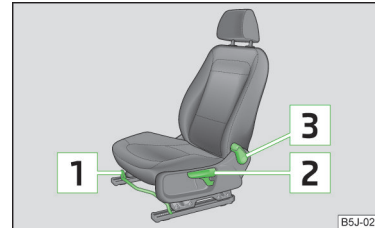

Abb. 39
- › Den Hebel (im mittleren Bereich) » Abb. 39 nach oben ziehen und dabei den Sitz in die gewünschte Position schieben.
- › Möchte man den Sitz anheben, den Hebel » Abb. 39 nach oben ziehen bzw. pumpen.
- › Die Sitzlehne entlasten (sich nicht anlehnen), den Hebel » Abb. 39 nach hinten ziehen und mit dem Rücken die gewünschte Neigung der Sitzlehne einstellen.